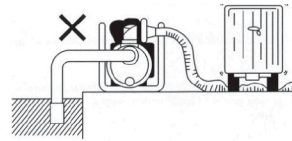

Рис. 1
12. Не допускайте перетискання / перекриття шлангу подачі води – це може привести до пошкодження насоса (Рис. 1,2).